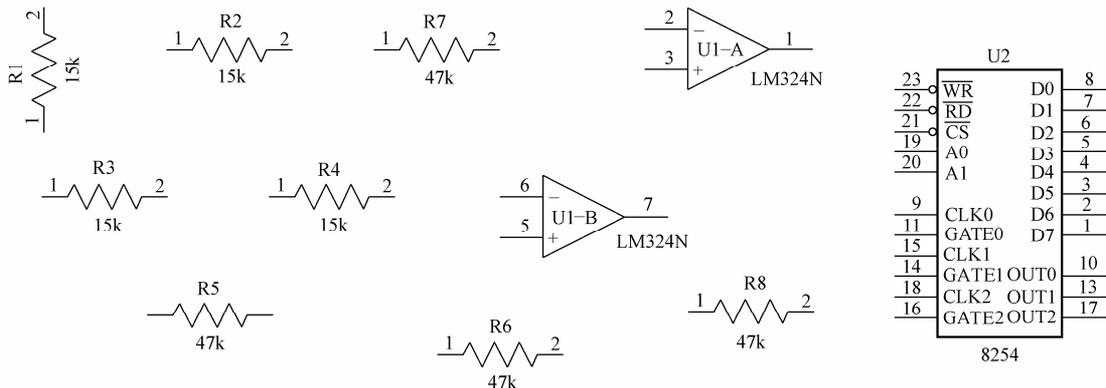
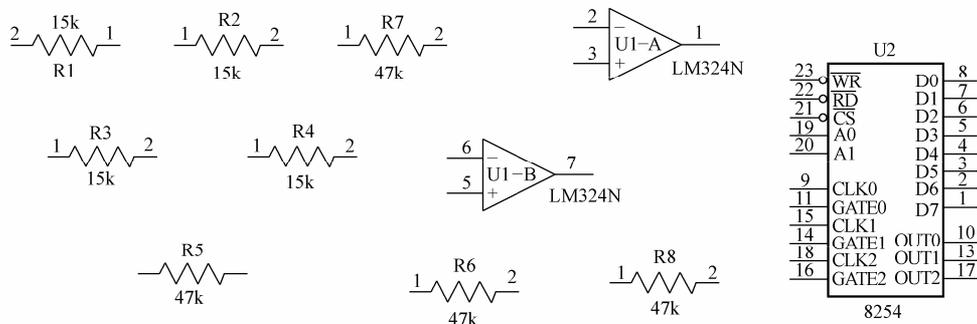

图 3-36 放置了一些元件的图纸
图 3-39 旋转元件后的图形
元件位置的调整实际上就是利用各种命令将元件移动到工作平面上所需要的位置，并将元件旋转为所需要的方向。一般在放置元件时，每个元件的位置只是估计的，在进行原理图布线前还需要对元件的位置进行调整。下面以图 3-36 为例说明如何调整元件的位置。
- (1) 在元件所在位置单击鼠标左键选中单个元件。
- (2) 单击鼠标右键，在弹出的快捷菜单中选择“90度旋转”命令，元件就会旋转90°。
- 如图3-39中的电阻R1相比图3-36中的R1就旋转了90°。